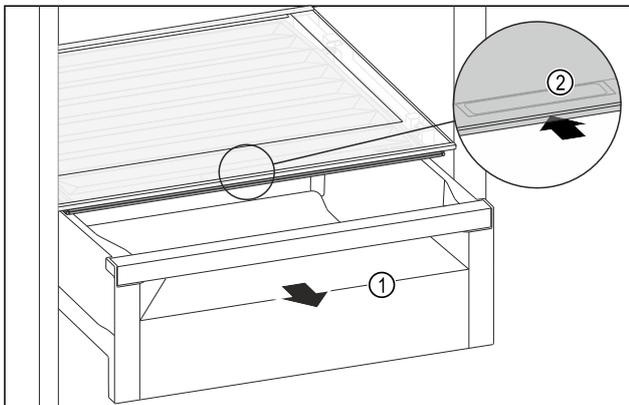

Fig. 109
- ▶ Schubfach Fig. 109 (1) herausziehen.
- ▶ Griffmulde Fig. 109 (2) am Fachdeckel anfassend und Fachdeckel gleichzeitig nach hinten schieben.